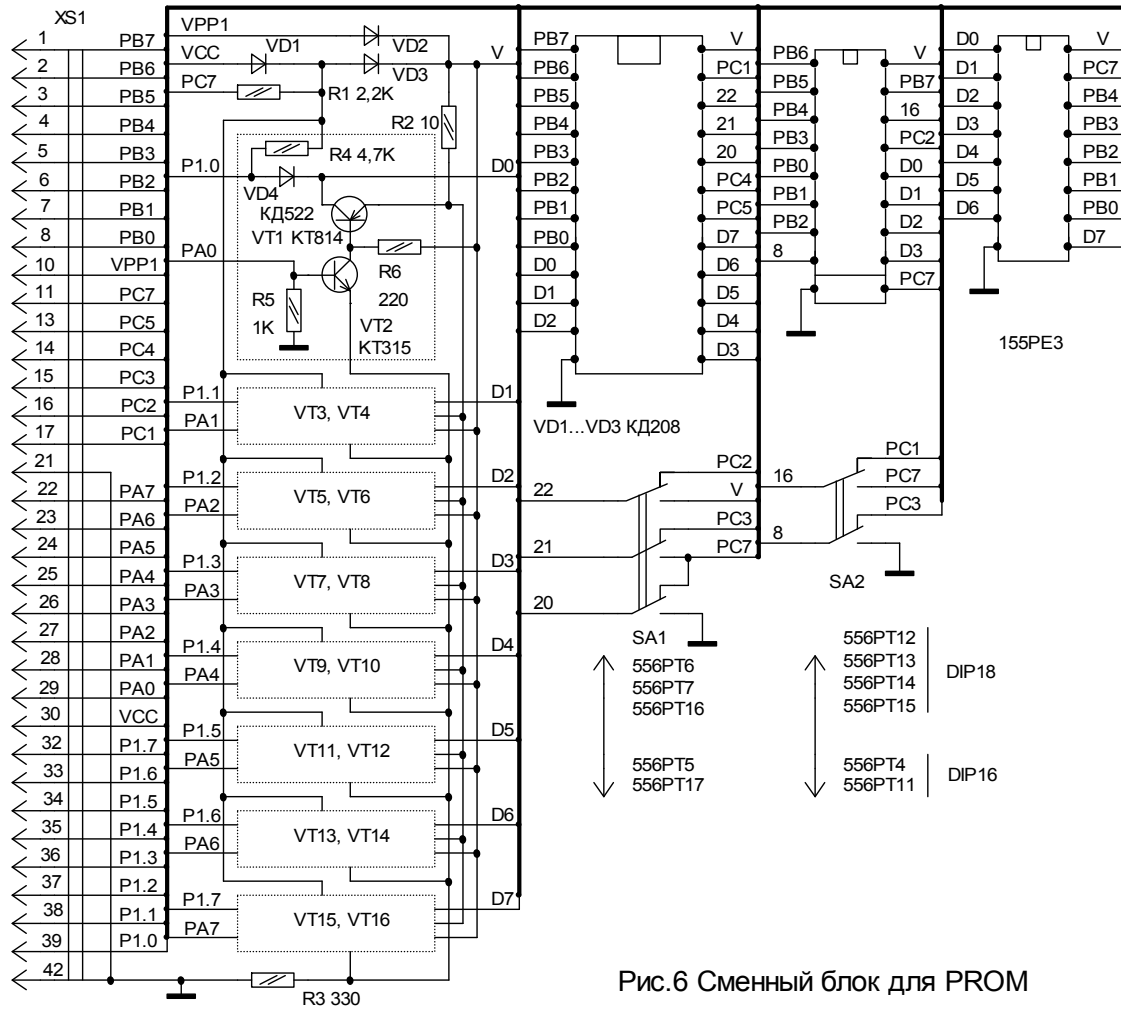

Рис.6 Сменный блок для PROM
- PROM (рис. 6). Программирование ПЗУ с пережигаемыми переключками 556PT... и 155PE3. Самый сложный модуль, содержит три панельки, два переключателя и восемь транзисторных ключевых каскадов. В XXI веке реально может потребоваться только для программирования 556PT4 и 155PE3, поэтому из схемы вполне можно исключить не используемые элементы или не делать этот модуль вообще.